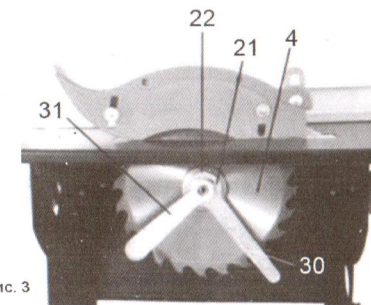

Рис. 3
- Для снятия гайки (21) используйте фланцевый и гаечные ключи (30, 31)(См. Рис.3).
- Снимите крепящую диск гайку (21), затем внешний фланец (22)(См. Рис.3), и установите / замените пильный диск на вал.